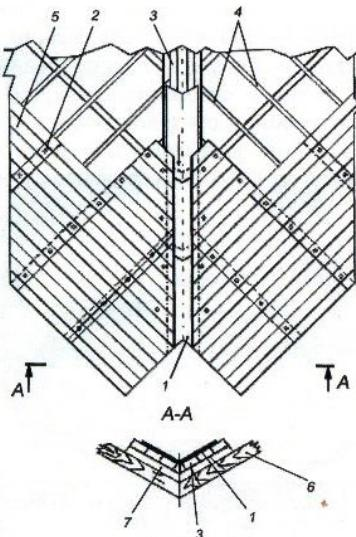

Рисунок 2. Схема устройства ендовы:
- основание под ендову – из двух досок 60×250 мм, поставленных под углом (рисунок 2);